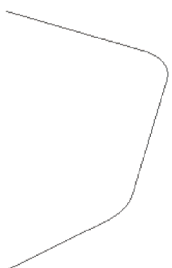

图 9-29 打开模型文件
STEP 01 单击快速访问工具栏中的“打开”按钮，打开模型文件，如图 9-29 所示。